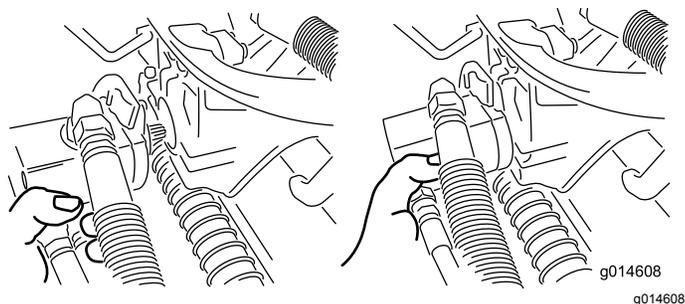

Рисунок 47
3. Переместите электродвигатель на место хранения на передней стороне рычага подвески (Рисунок 47).